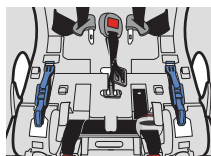
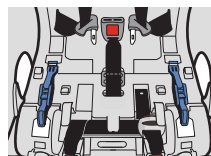

Figura 16
Figura 17
- Seleccione la longitud más larga (o más corta) de la correa de la entrepierna y deslice la correa en la ranura apropiada, como se muestra en la **figura 16**. Asegúrese de que el botón rojo para soltar la hebilla quede viendo hacia afuera del asiento, como se muestra en la **figura 17**.